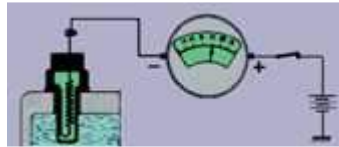

Fig. 16
**Indicador de temperatura (fig. 16)**